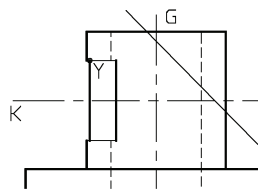

图 T6-11 打断水平直线 Y
为了能将主视图中方孔的上下水平界线改成正确的线型, 必须将该水平线在 Y 点打断分成两根不同的直线, 如图 T6-11 所示。
### ① 放大局部显示图 T6-11 所示范围
具体位置可以参照图 T6-11